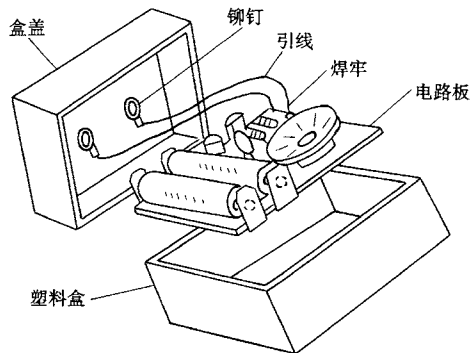

图 3-14
(14) 第五步，改制外壳。可找一个适当大小的塑料小盒作为外壳，在其盒盖上铆上两个铜铆钉作为测试接触点 A、B，并用细软导线将两个测试接触点接入电路板的相应位置。再在盒盖上钻几个小孔作为出声孔。将电路板放入盒内，盖上盒盖，测谎器便制作完成了(见图 3-14)。